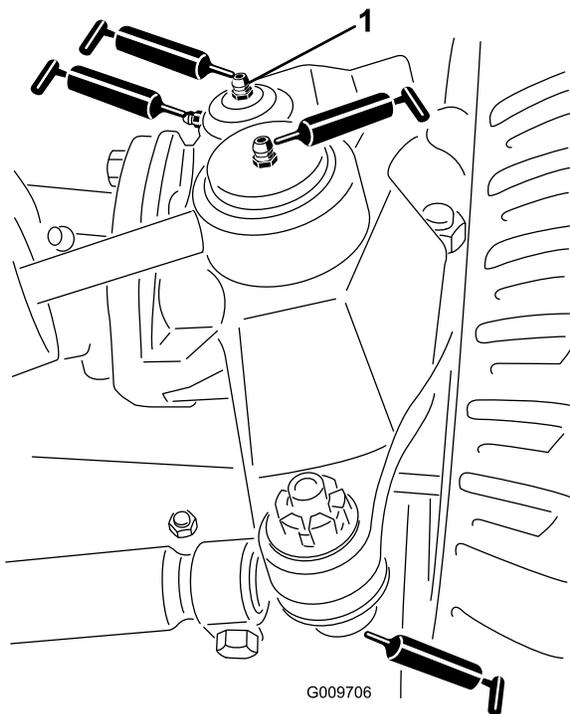

Figure 51
- Rotules de vérin de direction (2) (Figure 51)
- Rotules de biellettes (2) (Figure 51)
- Bagues de pivots de fusées (2) (Figure 51). **Le graisseur supérieur du pivot de fusée ne doit être lubrifié qu'une fois par an (2 injections de graisse).**